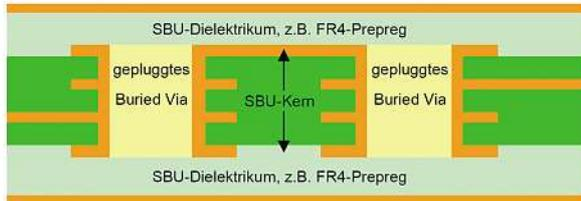

Bild 1: Buried Vias auf Innenlagen
- 3) Sequenzielles Pluggen von An- oder Durchkontaktierungen auf Außenlagen mit Metallisierung der verschlossenen Bohrungen (Via-in-Pad-Technologie). Bauelementepads (z.B. für BGAs) können direkt über den Vias (meist Mikrovia) platziert werden. Dies bedeutet einen ganz erheblichen Platzgewinn für die Entflechtung in den Anschlusszonen („Breakout Regions“) hochdichter Bauelemente. Bild 1 bis 3 auf Seite 52 zeigen die jeweiligen Varianten in schematischer Darstellung.